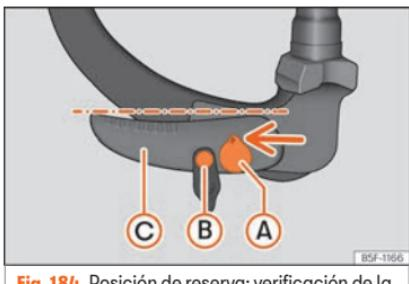

Fig. 184 Posición de reserva: verificación de la posición
- Se puede mover el perno de desbloqueo **» fig. 184 B**.
- La palanca **» fig. 184 C** se encuentra en la posición inferior.
- La llave **» fig. 184 A** se encuentra en la posición desbloqueada (el agujero de la llave está arriba).